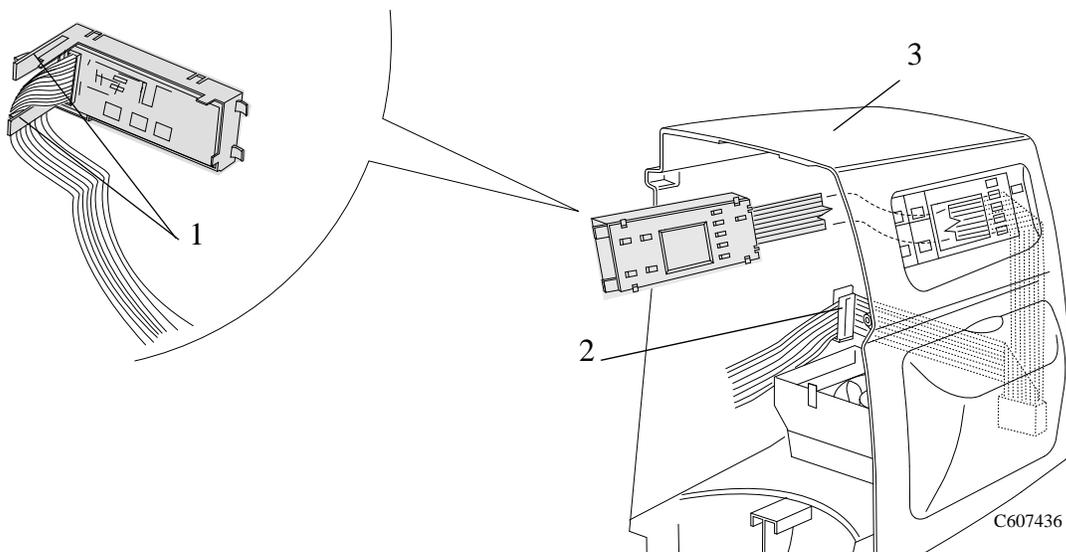

Figura 2: Painel Frontal
2. O conjunto do Painel Frontal e seu cabo podem ser removidos soltando-os dos cliques de retenção (item 1) e das presilhas dos cabos (item 2) dentro da Tampa da Direita (item 3) (consulte a Figura 2).